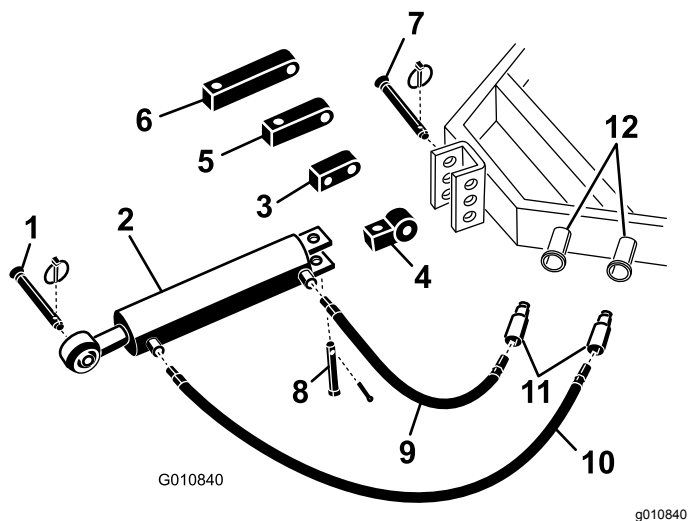

图5
1. 使用随牵引车提供的柱销将液压顶部连杆的连接杆端固定到牵引车图5。摆放液压顶部连杆使杆端朝向牵引车。油缸的各端口应朝向牵引车的辅助动力液压装置。
注意 如果液压油缸的放置必须使端口朝向上方请使用旋转垫块重新调整油缸的位置而不是使用标准安装垫块图5。可以使用 90° 液压接头替代旋转垫块接头未提供。
- A. 取下将标准连接杆固定到油缸上的开口销和柱销图5。从油缸上卸下连接杆。
- B. 使用之前卸下的柱销将旋转垫块安装到油缸上图5。
- 将 107cm 长液压软管连接至最靠近打孔机的液压顶部联杆端口图5。在管螺纹上缠绕管螺纹密封胶带或防松螺纹油防止发生泄漏。
- 将 76cm 长液压软管连接至最靠近牵引车的液压顶部联杆端口图5。在管螺纹上缠绕管螺纹密封胶带或防松螺纹油防止发生泄漏。
如果液压油缸无法够到打孔机安装支架请使用延长垫块将油缸连接到牵引车上而不是使用标准安装垫块图5。
- 取下将标准连接杆固定到油缸上的开口销和柱销图5。从油缸上卸下连接杆。
- B. 使用之前卸下的柱销将所需长度的延长垫块安装到油缸上 图5。